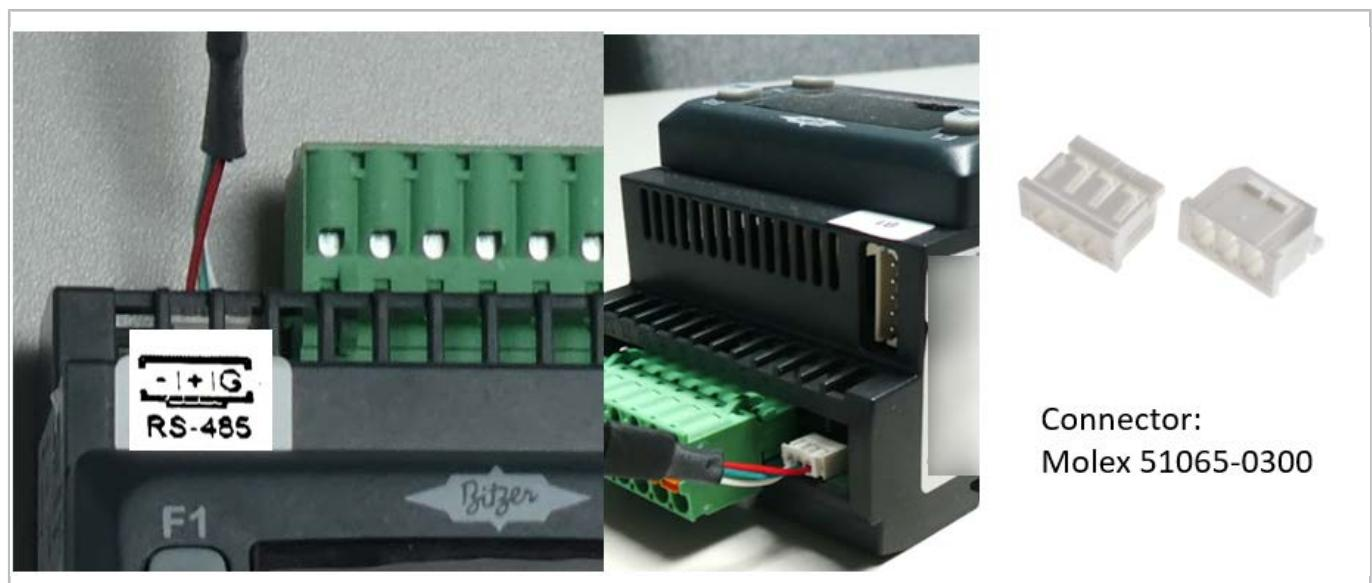

Abb. 16: Modbus-Anschluss am ECOLITE Regler
- Variante 1: LAN-Kabel in den Ethernet-Anschluss 1 stecken (siehe Abbildung unten), um ein lokales Ethernet-Netzwerk anzuschließen, das mit dem WAN (Wide Area Network = Internetzugang) verbunden ist. Im Falle einer DHCP-Verbindung (Dynamic Host Configuration Protocol) sind keine weiteren Schritte erforderlich. Wenn dem Netzkoppler in den Einstellungen des Routers eine statische IP-Adresse zugewiesen wurde und weitere Einstellungen wie ein DNS- und/oder NTP-Server vom Administrator des Netzwerks erforderlich waren: siehe Abbildung 16, Seite 15.
- Variante 2: SIM-Karte für die mobile Kommunikation (GSM) installieren und einrichten. Für Details: Einbau der SIM-Karte, siehe Abbildung 16, Seite 16.